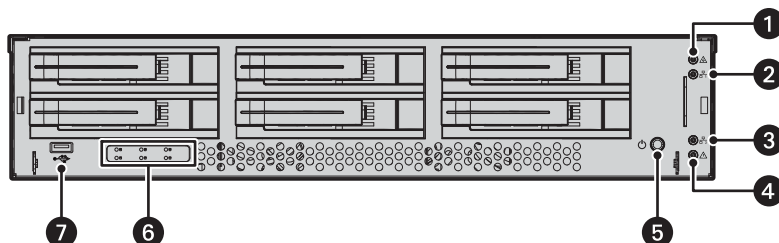

рис. 4: Модели серверов: Компоновка передней панели (оправа открыта)
6. Подсоедините многожильные кабели SATA к соответствующим разъемам на объединительной плате (см. рис. 4).